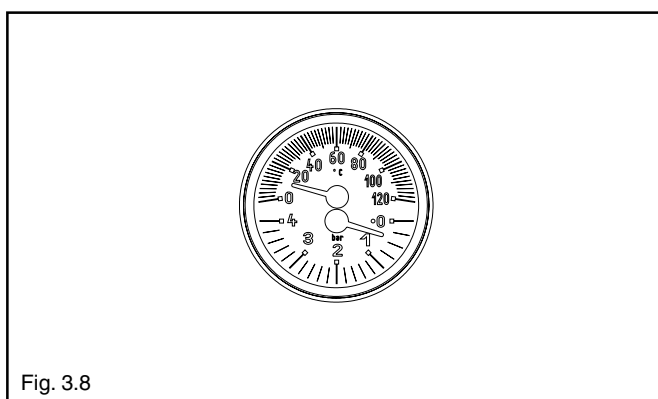

Fig. 3.8
- aprire di due o tre giri il tappo della valvola di sfogo aria automatica (A)
- aprire il rubinetto di riempimento (B) fino a che la pressione indicata dal termoidrometro sia compresa tra 1 e 1,5 bar (fig. 3.8).